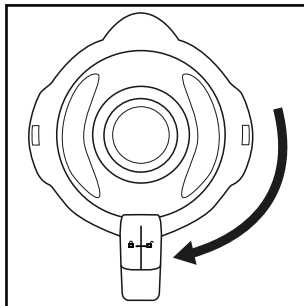

Fig. 2
- 4) Premere saldamente di nuovo il coperchio **2** sull'inserto mixer **3** in modo sfalsato. Chiudere il coperchio **2**, ruotandolo in senso orario nella posizione **4**, fino a percepirne l'innesto (vedere Fig. 2). Verificare che il beccuccio dell'inserto mixer **3** sia chiuso. Il motore può avviarsi solo quando il coperchio **2** è posizionato a filo.